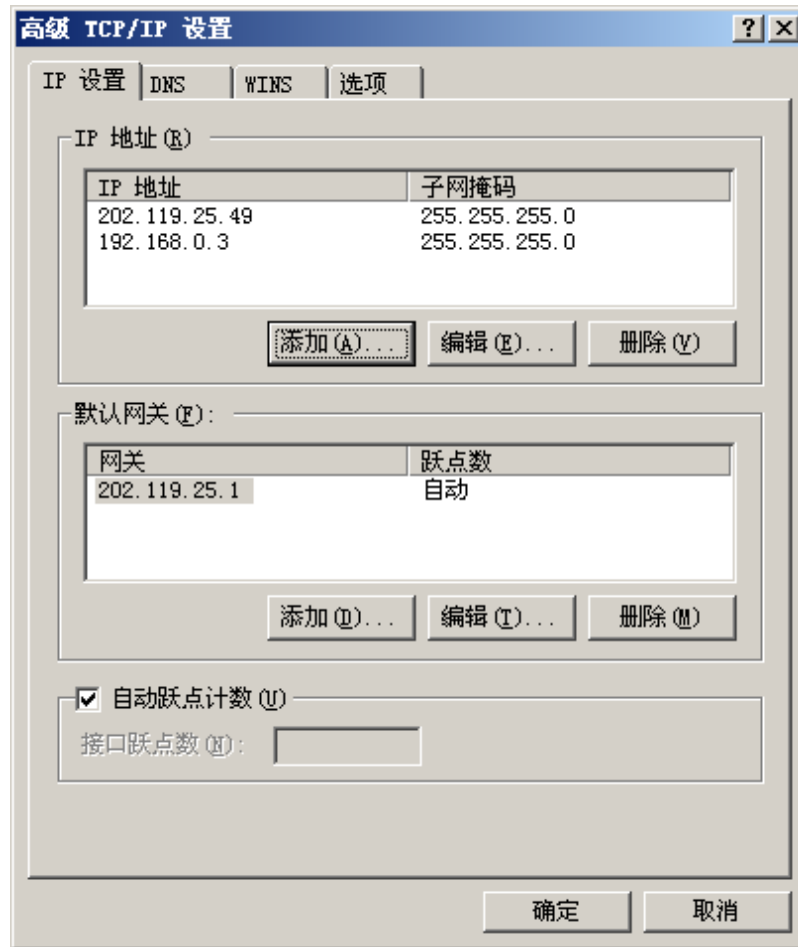

图 2.5 高级 TCP/IP 设置
- (4) 如果不想改变笔记本电脑原有网络设置，可点击“高级”按钮进入图 2.5 所示高级设置界面，